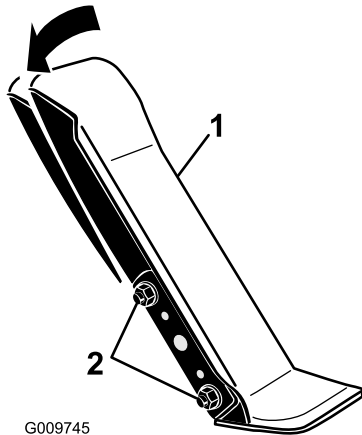

Figura 104
1. Afloje las dos tuercas y pernos que fijan el lado izquierdo del pedal de tracción al soporte (Figura 104).
2. Ajuste el pedal al ángulo deseado y apriete las tuercas (Figura 104).